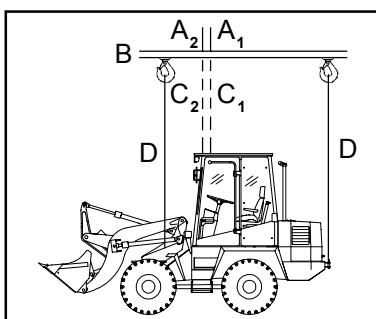

Bild 7-4
- Der Aufnahmepunkt ((7-4/A₁ - Gerät ohne Standardschaufel) bzw. (7-4/A₂ - Gerät mit Standardschaufel)) des Tragmittels (7-4/B) muß genau senkrecht über dem Schwerpunkt (7-4/C₁, bzw. 7-4/C₂) des Gerätes liegen (siehe Bild 7-4), damit sich das Lastaufnahmemittel **waagerecht** über der Längsmittelachse des Gerätes befindet.
(8) Koppla om styrningsomkopplaren till läge bakhjulstyrning (4-8/3).
(9) Ställ körriktningsomkopplaren (4-7/1) i läge 0.
(10) Tryck på vippströmmäställaren för varningsblinkersen (4-10/13).
(11) Lossa parkeringsbromsen (4-9/1).
- The lifting point ((7-4/A₁ - loader without standard bucket) or (7-4/A₂ - loader with standard bucket) of the lifting device (7-4/B) must be located vertically and directly above the centre of gravity (7-4/C₁ or 7-4/C₂) of the loader (see figure 7-4) so that the lifting device is located **horizontally** above the longitudinal axis of the loader.